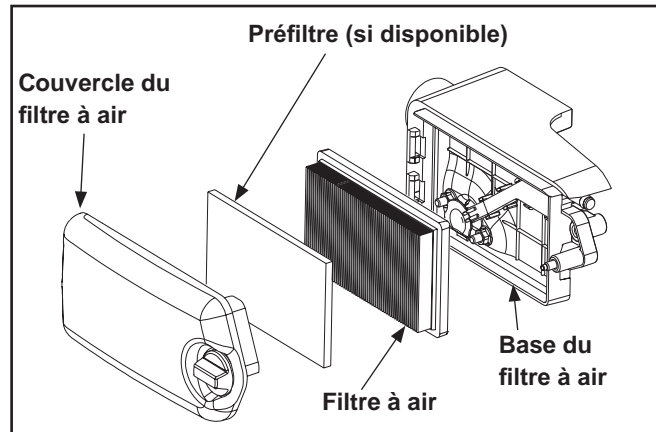

Figure 17. Filtre à air – Plan éclaté.
Ce moteur est équipé d'un filtre à air en papier à haute densité remplaçable ou d'un filtre à air en mousse, en fonction de l'application. De plus, un préfiltre en mousse peut également être inclus en option. Voir la Figure 17.
1. Retirez le couvercle du filtre à air, le filtre à air en papier et le préfiltre, si disponible. Voir la Figure 17.
- Retirez le couvercle du filtre à air, le filtre à air en mousse et le préfiltre, si disponible. Voir la Figure 17.
- Desserrez le bouton du couvercle du filtre à air et retirez le couvercle. Voir la Figure 17.